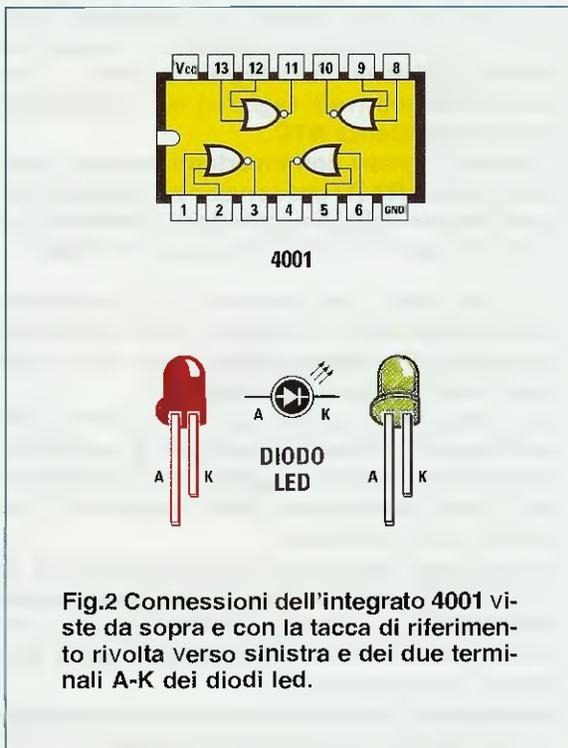

Fig.2 Connessioni dell'integrato 4001 viste da sopra e con la tacca di riferimento rivolta verso sinistra e dei due terminali A-K dei diodi led.
Fig.2 Ecco come suggeriamo di modificare il circuito del lettore, onde poter utilizzare un diodo zener del valore standard di 22 volt con in parallelo il trimmer R2.
*Noi possiamo solo consigliare, sapendo con quanta difficoltà si riescono a reperire i **diodi zener** del valore richiesto e tenendo anche presente che questi hanno, come qualsiasi altro componente, una loro **toleranza**, di scegliere un diodo zener che abbia un **voltaggio maggiore** al richiesto, applicando in parallelo a questo, come visibile in fig.2, un **trimmer** da **4.700 ohm** che verrà poi tarato fino ad ottenere in uscita il **valore della tensione** richiesta.*
Fig.2 Connessioni dell'NPN tipo 2N.1711 viste da sotto, cioè dal lato dei terminali, dell'integrato siglato uA.747 e del CD.4028 viste da sopra. Sotto, elenco completo dei componenti utilizzati per la realizzazione di questo circuito.